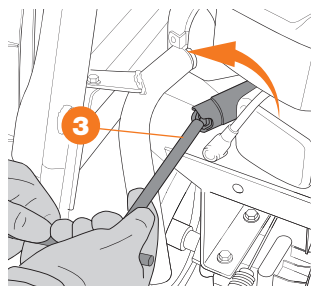

Рис. 25
- Свечным ключом **3** выкрутите свечу **2** (Рис. 25).